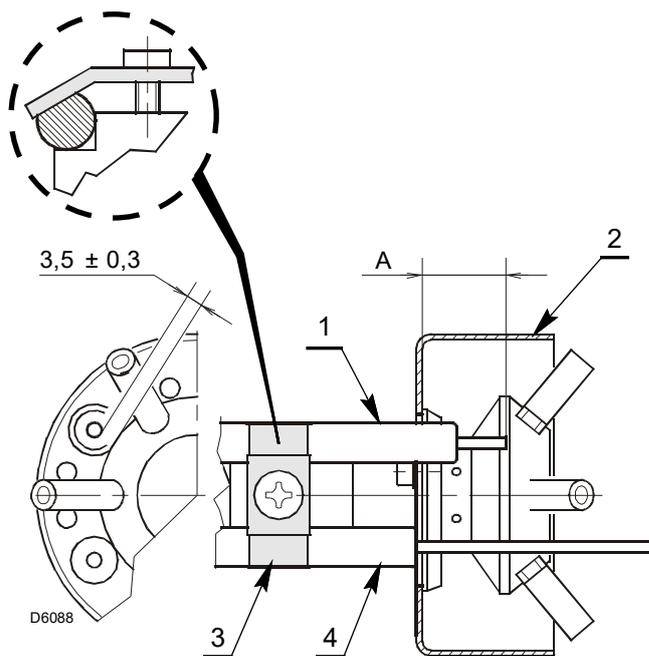

Fig. 13
- S'assurer que la plaque 3)(Fig. 13) est toujours insérée dans la partie aplatie de l'électrode 1).